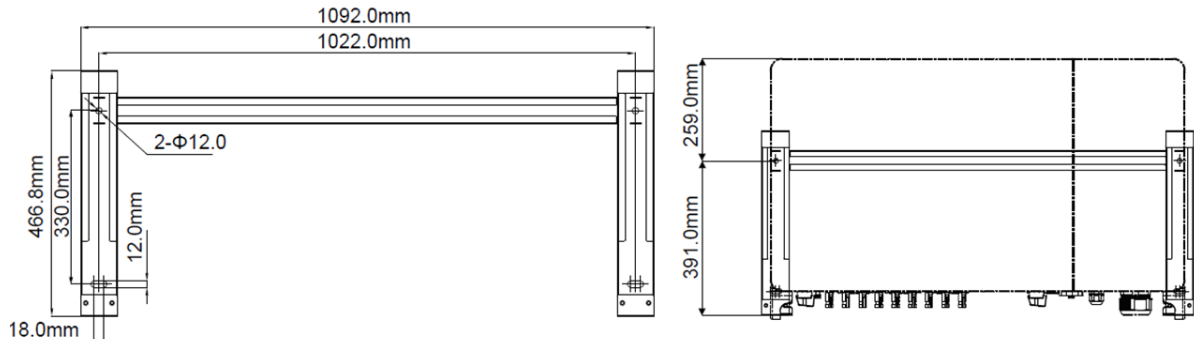

Figura 3-4: Diagrama dos furos de montagem do suporte de parede
(1) Marque as posições dos furos de acordo com o tamanho do suporte de parede mostrado na Figura 3-4.